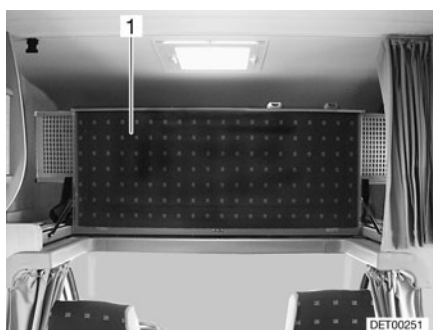

Fig. 89 Lit de capucine, rabattu vers le haut
■ Rabattre vers le haut le lit de capucine (Fig. 89,1). Le lit de capucine est maintenu en position verticale par des ressorts à pression de gaz.